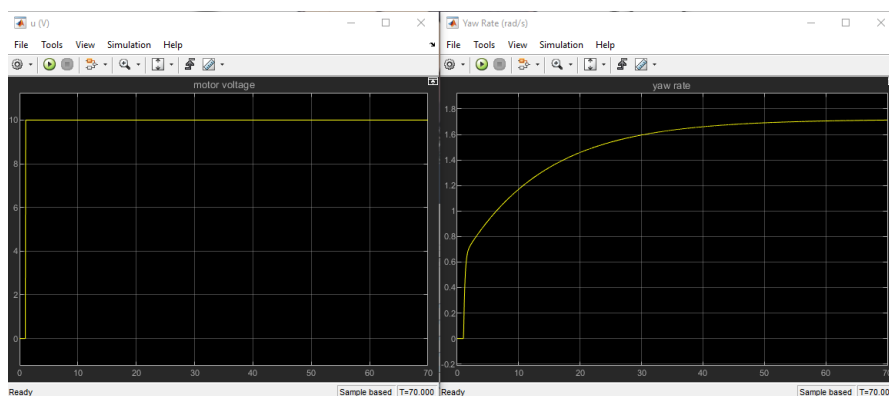

Figure 15: Réponse à un échelon de l'Aero
3. Sélectionner l'élément **Monitor & Tune** pour compiler et exécuter le code. La réponse observée sur le **Scope** devrait être similaire à la Figure 15.